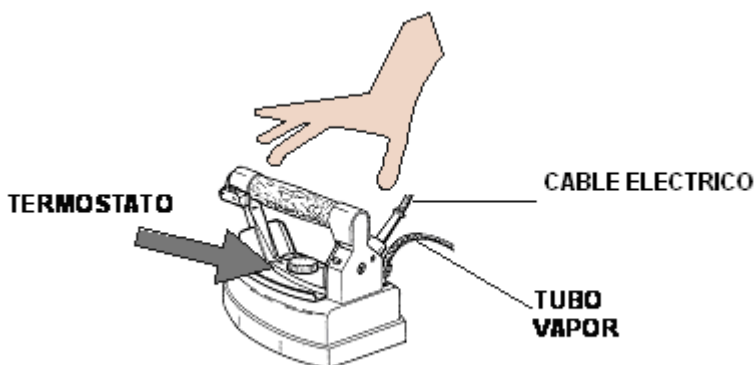

Fig. 3
4. Para el planchado en seco hay que ajustar el termóstato (fig.3) en diferentes posiciones según el tipo de tela (lea las indicaciones de la etiqueta de la prenda).
5. Para el planchado en vapor hay que ajustar el termóstato en "algodón" (fig 3): en esta posición se pueden planchar todos los tipos de tela.
1. Daño de los cables eléctricos de la plancha (fig 3)